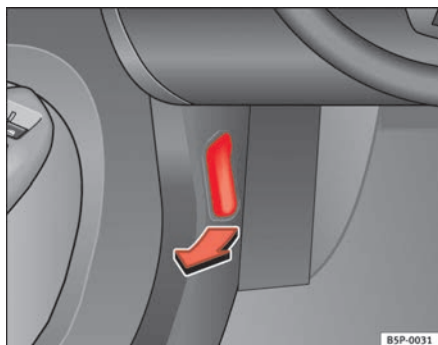

Fig. 162 Dettaglio del vano piedi sul lato del conducente: leva per l'apertura del cofano del vano motore.
- Tirare la leva situata sotto il cruscotto ⇒ fig. 162 nella direzione indicata dalla freccia. Il cofano si sblocca sotto la spinta di una molla ⇒ .